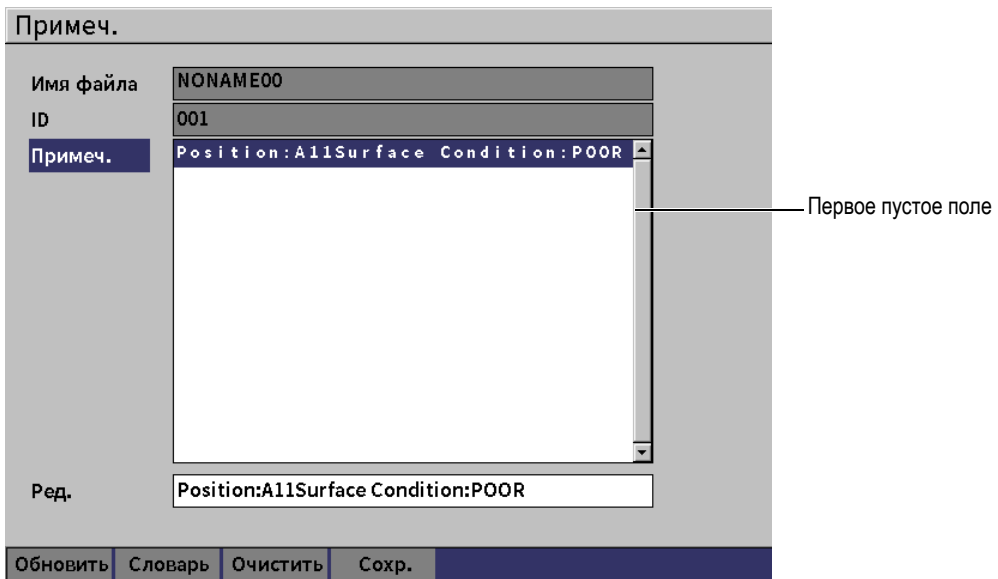

Рис. 9-22 Страница Словарь (Примечание) — Ввод информации
2. Используя ручку регулятора, переместитесь вниз к первому пустому полю для заполнения (см. Рис. 9-22 на стр 131).